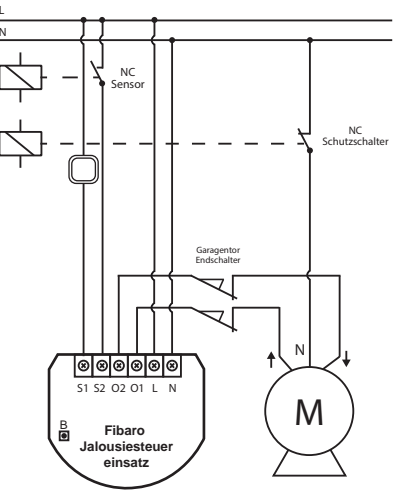

Abb. 2 Fibaro-Jalousiesteuereinsatz mit Garagentor-Motor.
4. Montieren Sie die Antenne (siehe Abbildung 2).